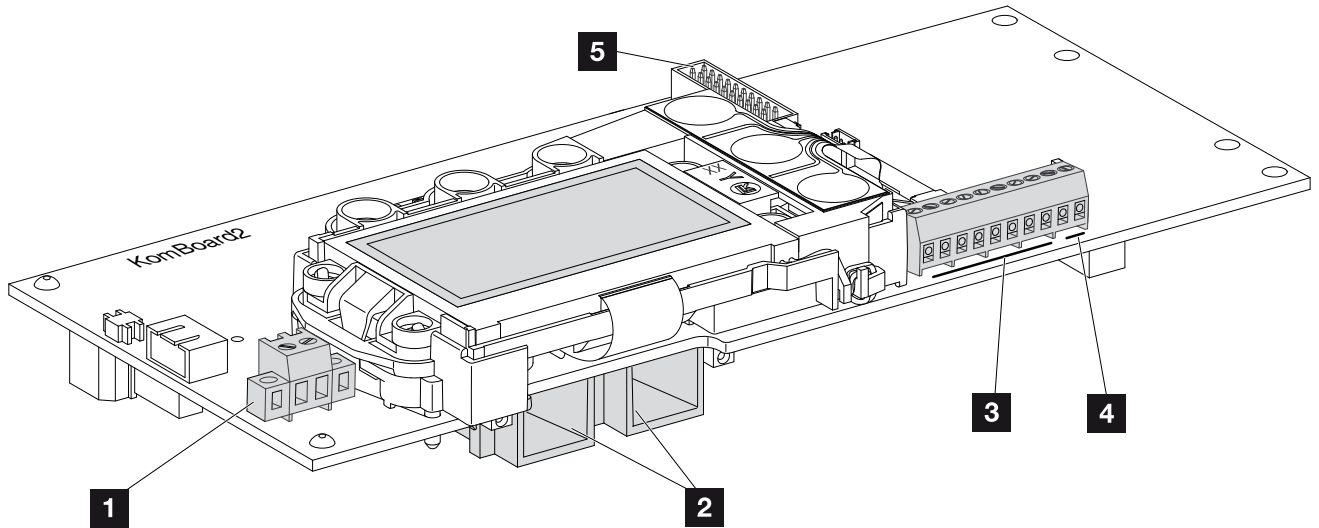

Abb. 38: Komponenten des Kommunikationsboards
6. Die Buchsen und Stecker der DC-Strings am Wechselrichter einstecken.  **Abb. 38**